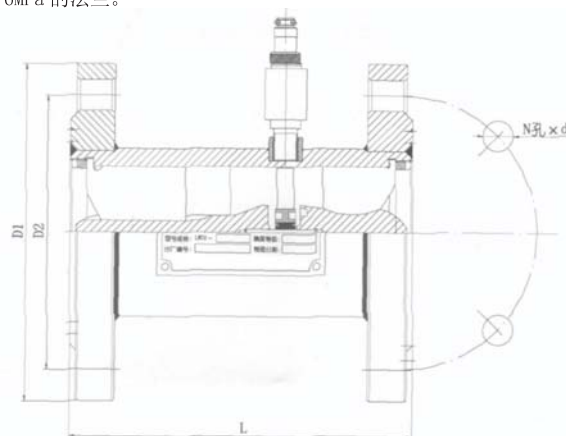

图 4-2 DN40~300 外形
b). 公称通径 DN40~300 的气体涡轮流量传感器 (见 图 4-2, 表 4-2)